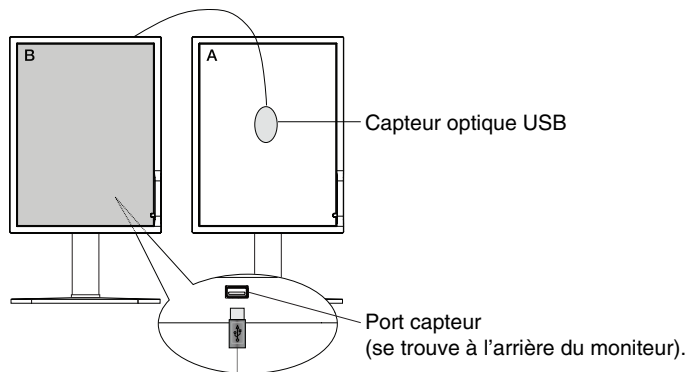

Figure C.1
1. Pour afficher le menu CALIBRAGE, branchez le capteur optique USB au port capteur (Figure C.1) ou sélectionnez CALIBRAGE AUTOMATIQUE dans le menu avancé (page 20).
5. Lors de la procédure, on vous demandera de placer le capteur optique USB au centre du panneau d'affichage (Figure C.4). Inclinez le panneau d'affichage d'environ 5° vers l'arrière et placez le capteur optique USB au centre du panneau d'affichage (Figure C.1).